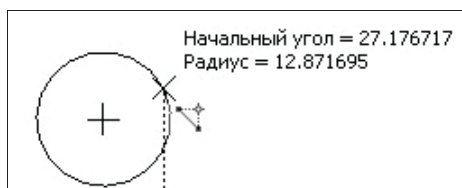

Рис. 6.9. Построение дуги по двум точкам
- ♦ укажите курсором начальную точку **T1** дуги. Сдвиньте курсор в правую сторону от точки **T1**. Фантом дуги будет строиться по часовой стрелке (рис. 6.9). Сдвиньте курсор в левую сторону — фантом будет строиться против часовой стрелки (см. построение Автолинии в уроке 5);